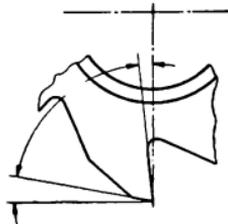

Bild 6 Winkel am Fräser
*Aufgabe: 10. Tragen Sie in Bild 6 die Winkelbezeichnungen ein!*